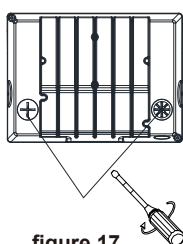

figure 17
2. Après avoir réglé la fonction de contrôle voulue, serrez le bouchon métallique et le bouchon en plastique en tournant dans le sens des aiguilles d'une montre. (figure 17)